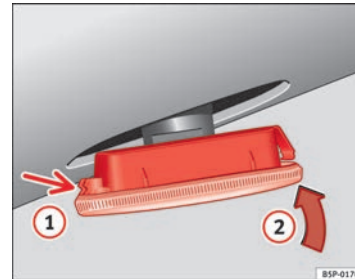

Abb. 164 Seitliche Blinker ▶
- Setzen Sie den Blinker durch Einrasten der Halterungen ① ⇒ Abb. 164 zuerst in die Aufnahme in der Karosserie und anschließend in Pfeilrichtung ② ⇒ Abb. 164 ein. ■